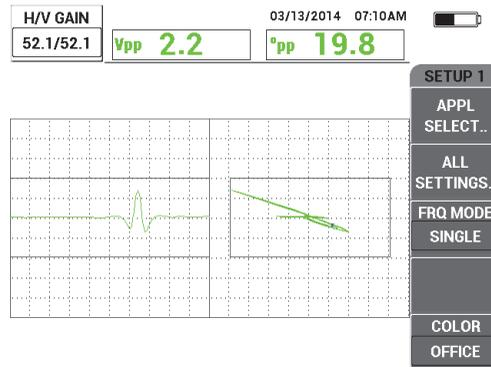

Figura 5-15 Regolazione del guadagno
4. Premere il tasto GAIN (**dB**) ed in seguito diminuire il guadagno con la manopola per mantenere il segnale completo della cricca nell'area dello schermo. È consigliato di definire la deflessione massima del segnale al 10% della deflessione orizzontale dello schermo (vedere Figura 5-15 a pagina 146).